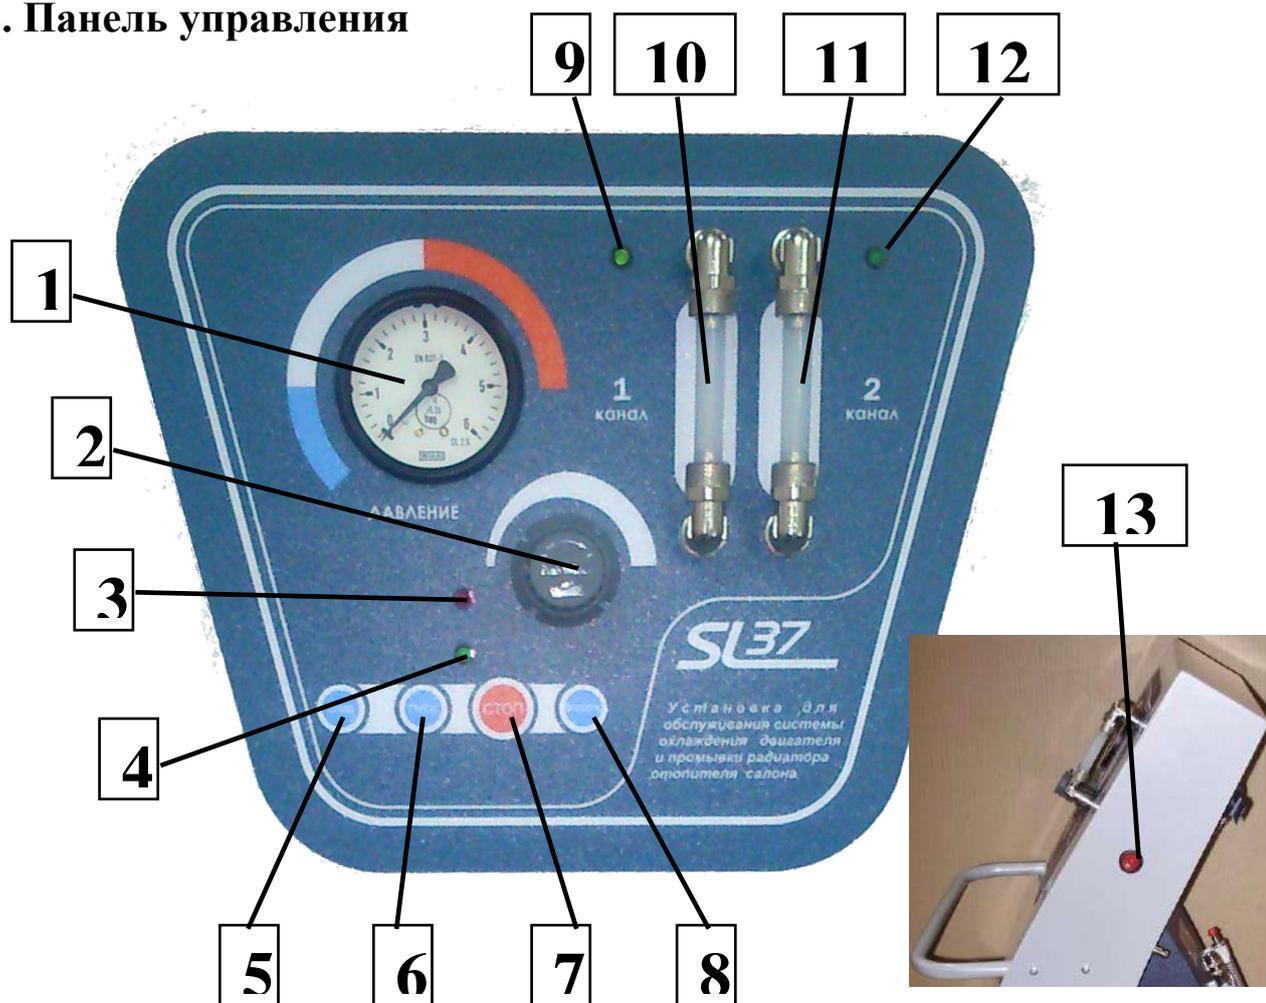
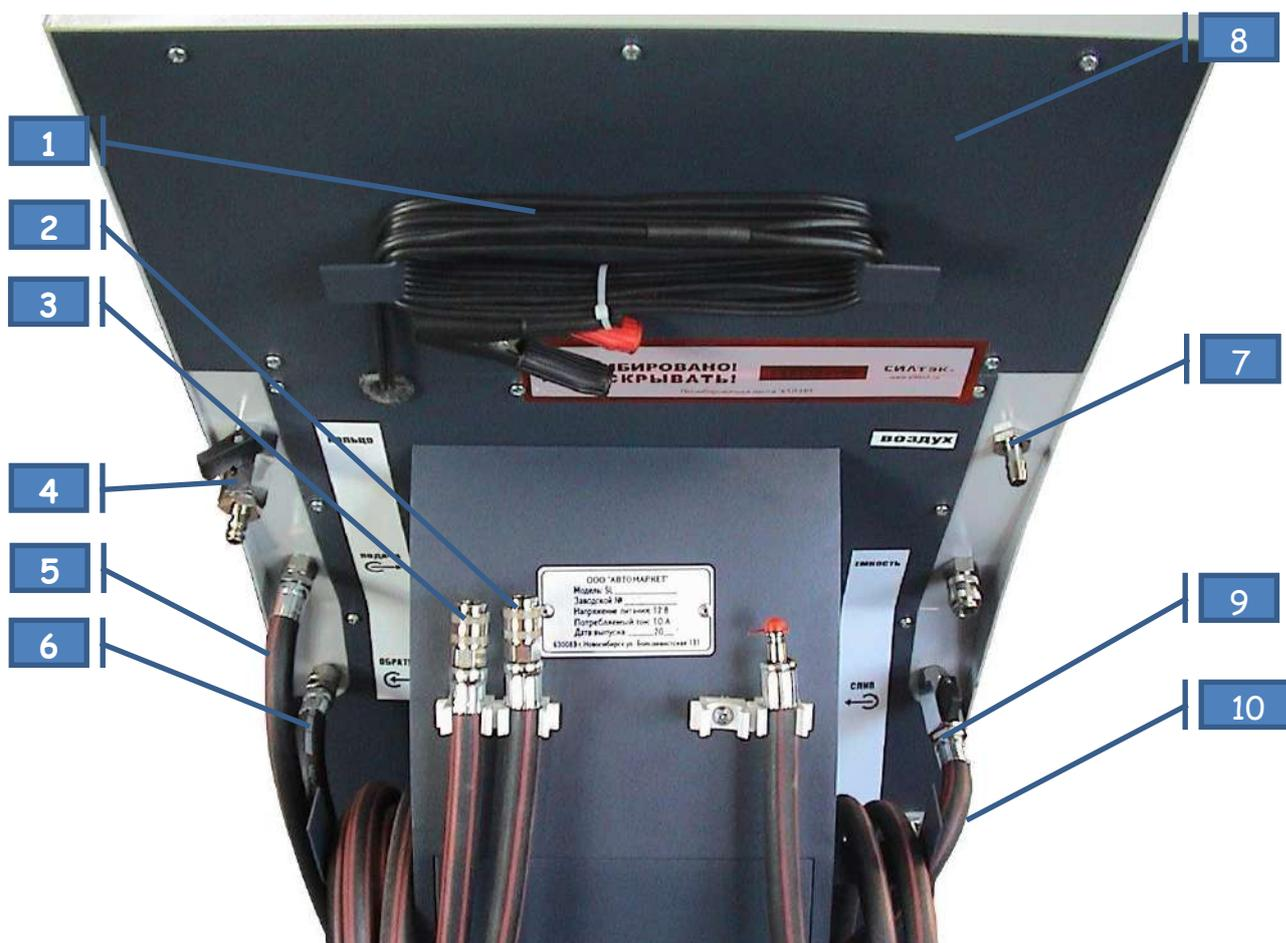

Рис. 2
Рис. 3
1. Подсоединить зажимы «крокодил» (п.1 рис. 3) кабеля питания установки к источнику питания: красный к положительной клемме - черный на «массу».
2. Включить тумблер питания (п.11 рис. 2). Загорится Светодиод канал 1 (п.1 рис. 2).
3. Заборный шланг с фильтром защелкнуть на БРС с надписью «Забор» (п.10 рис. 3).
6. Черный шланг с надписью «Подача» (п.5 рис.3) замкнуть на БРС «Кольцо» (п.4 рис.3). Открыть шаровой кран на штуцере «Кольцо». После процедуры подготовки кран необходимо закрыть.
7. Вставить Сливной шланг установки («Слив»), в свободную ёмкость объемом не менее 20 л, и повернуть вентиль (п.9 рис. 3) в положение «Открыто» (параллельно шлангу).
8. Нажать кнопку «Слив» (п.5 рис. 2), расположенную на лицевой панели и **удерживать ее**, пока из сливного шланга (п.9 рис. 3) не пойдет равномерная, без пузырьков воздуха струя жидкости, и давление на манометре не достигнет значения 0.5 bar и более.
- нажать и удерживать кнопку «Слив» (п.5 рис.2), пока уровень жидкости не опустится до пластин радиатора;
9. Подсоединить к адаптерам шланги от установки, «Подающий» шланг черный (с надписью «Подача» п.5 рис.3) к «двигателю», «Обратный» шланг прозрачный (с надписью «Обратка» п.6 рис.3) к «термостату».
1. Повернуть вентиль Сливного шланга (п.9 рис.3) в положение «Закрывать» (перпендикулярно крану).
2. Нажать кнопку «Пуск» (п.6 рис.2).
3. Набрать давление 1,1...1,8 Bar (на манометре п.1 рис.2).
6. Медленно открыть сливной кран (п.9 рис.3) на установке и стравить давление в системе.